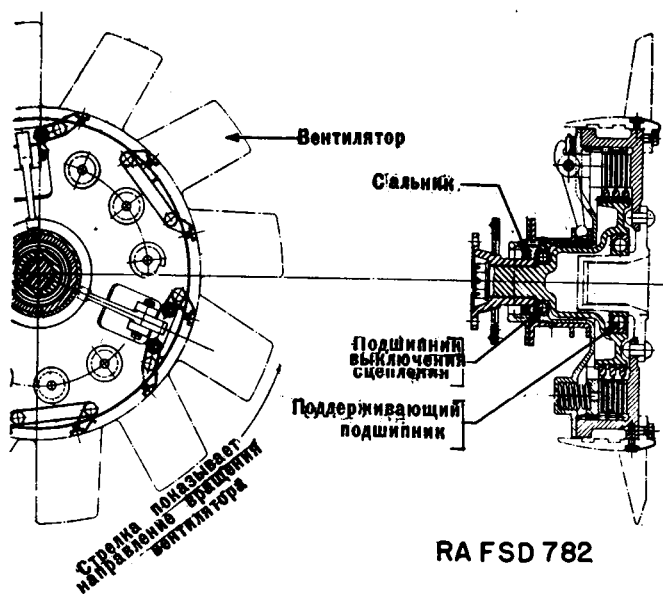

Рис. 51. Разрез главного сцепления двигателя.
67. Вентилятор и воздушные каналы (рис. 51 и 52).
68. Описание и работа (рис. 51).